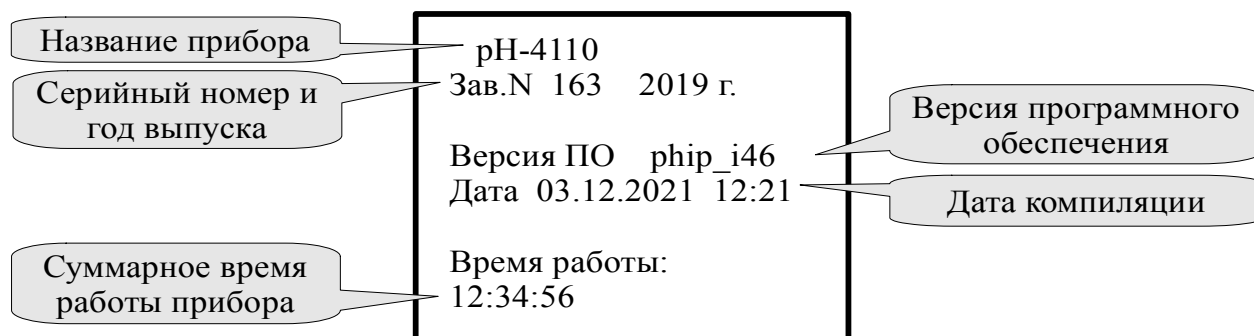

Рисунок 22 - Просмотр сведений о приборе
3.3.8.1 В этом меню (Рисунок 22) можно просмотреть название прибора, серийный номер и год выпуска, версию программного обеспечения, установленного в данном рН-метре.